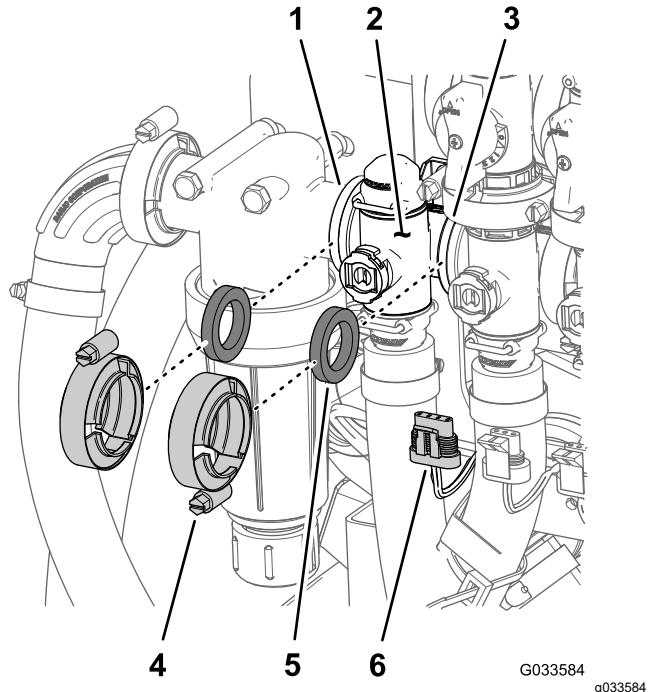

Bild 113
1. Entfernen Sie die zwei Flanschklemmen und zwei Dichtungen, mit denen der Verteiler für das Dosierungsregelventil am Druckfilter und Rührwerkventil befestigt ist (Bild 113).